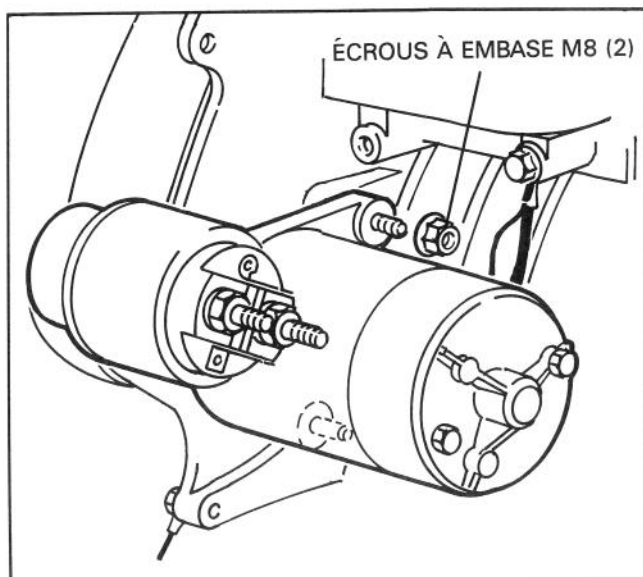

Figure 8
9. Assujettissez l'ensemble de moteur de démarreur au moteur à l'aide de deux écrous à embase M8 (fig. 8).